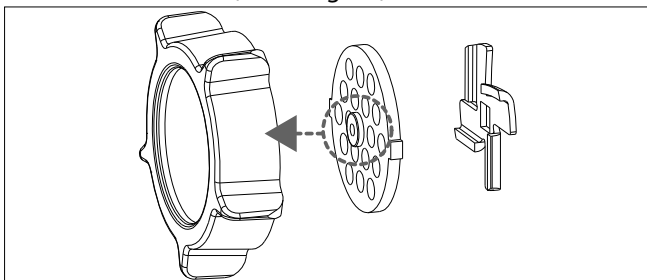

Fig. 13 – Insertar correctamente el disco perforado
- Seleccione un disco perforado adecuado y colóquelo en el eje del sinfín alimentador. Asegúrese de que el disco perforado se inserta en la carcasa del sinfín con la ranura en la posición correcta y la pestaña apuntando hacia delante (véase Fig. 13).